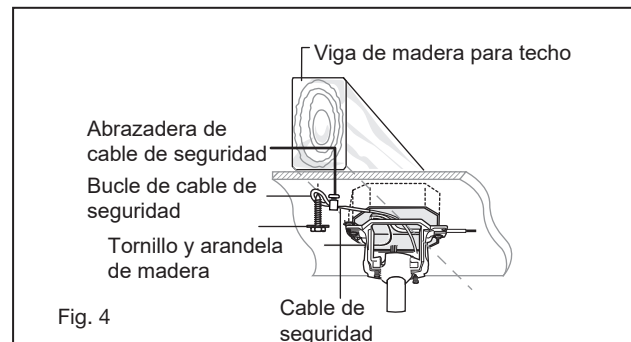

Fig. 4
- 8 Fije la capota al soporte de suspensión insertando las aberturas de la ranura de la cubierta en los tornillos del soporte de suspensión (Fig. 4) y gire el ventilador hacia la derecha para enganchar los tornillos en la ranura de la ranura.